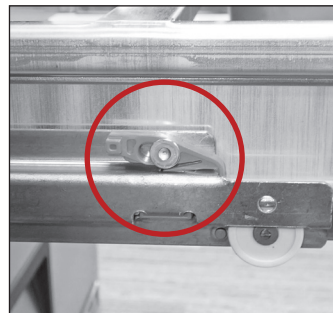

Fig. 5. Ubicación del retén del cajón. El retén está enganchado.
8. Deslice el cajón hacia afuera y localice el retén de plástico del cajón. Véase la fig. 5